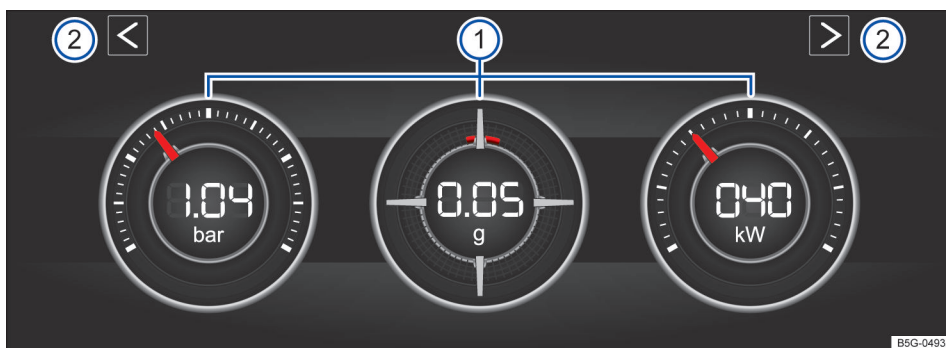
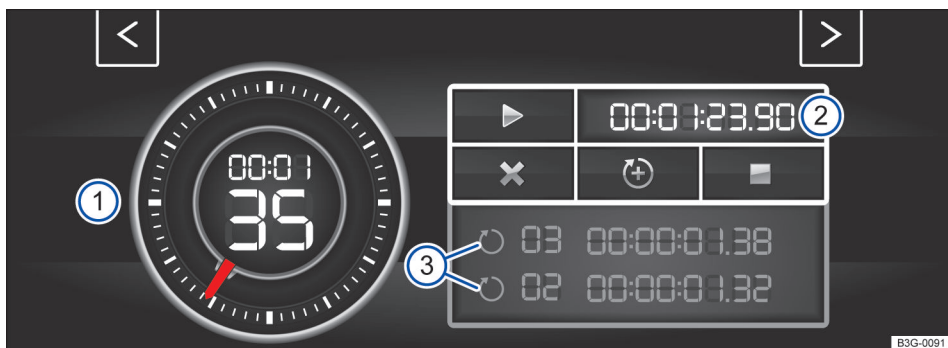
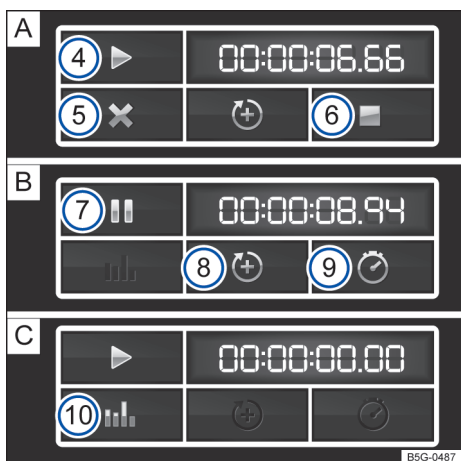

Fig. 25 No sistema Infotainment: monitor de potência (dependendo da versão).
Fig. 26 No sistema Infotainment: cronômetro, botões de função e tempos das voltas (dependendo da versão).
Fig. 27 Botões de função do sistema Infotainment: cronometragem em caso de uma volta [A] parada, [B] em curso e [C] finalizada.
Legenda para Fig. 25:
O display pode mostrar simultaneamente três instrumentos, no máximo. Todos os instrumentos podem ser selecionados indistintamente para qualquer área de visualização → Fig. 25 ① (esquerda, central e direita).
- **Indicador da pressão de sobrealimentação:** Este indicador → Fig. 25 ① (à esquerda) mostra a pressão no trecho compreendido entre o turbocompressor e o motor (na unidade “bar”). Quanto mais à direita se encontrar o ponteiro na escala, maior será a potência que o motor entrega.
- **Medidor da aceleração (acelerômetro):** O medidor da aceleração (acelerômetro) → Fig. 25 ① (no centro) mostra na área central
- **Indicador de potência:** O indicador de potência → Fig. 25 ① (à direita) mostra a potência do motor solicitada em formato digital e na escala circundante (em kW).
Legenda para → Fig. 26 e → Fig. 27:
- No monitor de potência, pressionar uma das setas → Fig. 25 ② para alternar para o cronômetro.
Com as setas → Fig. 25 ② ou → Fig. 26 pode-se alternar a qualquer momento entre o cronômetro e o monitor de potência.